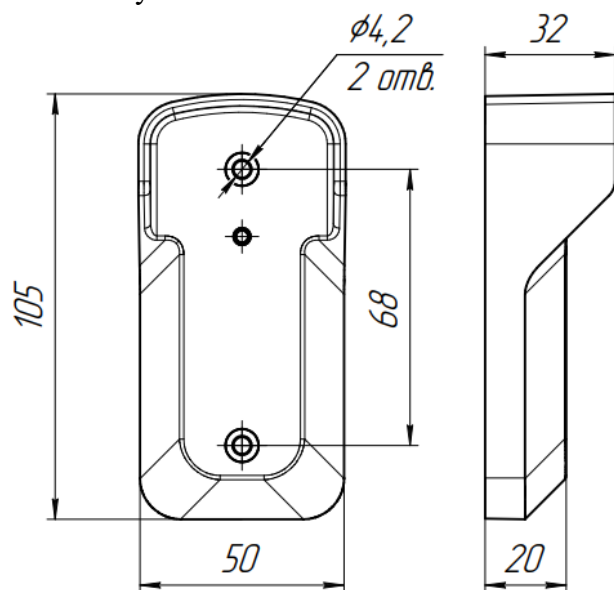

Рис.1 Габаритные размеры
2.1 Габаритные размеры: без козырька 105х50х20 мм, с козырьком 105х50х32 мм (см. рис.1,2)
5.1 Считыватель крепится винтами или саморезами на место монтажа, согласно рис.1